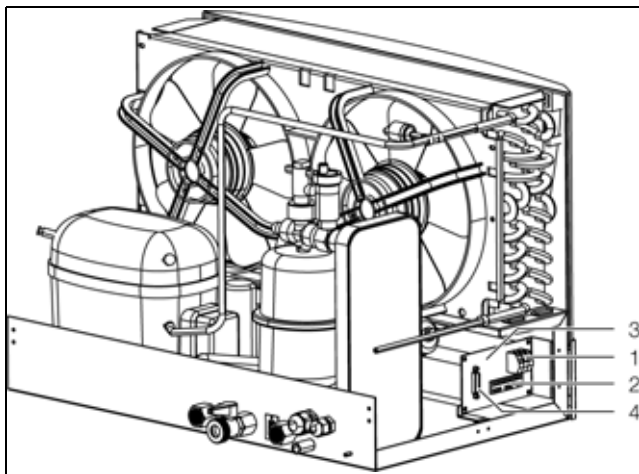
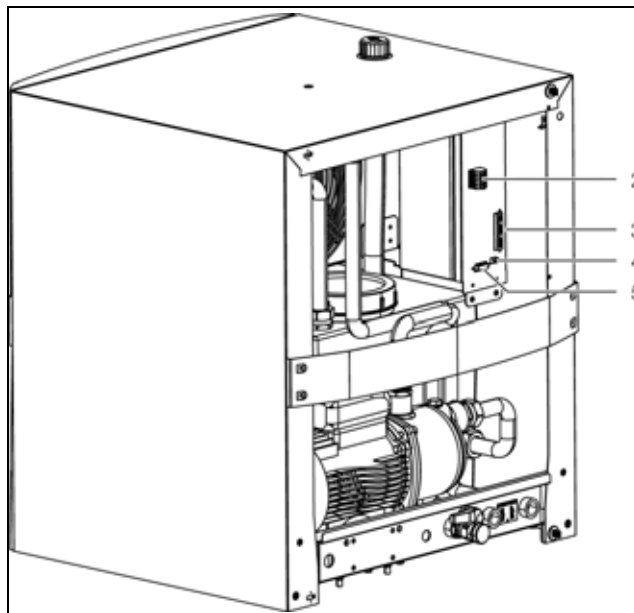
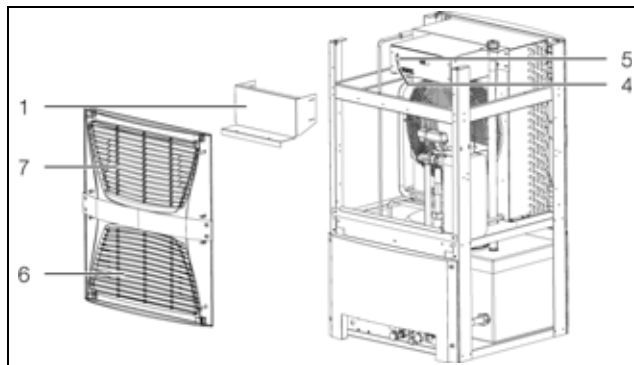

Рис. 41: Подключение к ПЛК (3318.600, 3318.610 и 3319.600, 3319.610)
Рис. 43: Подключение к ПЛК (3320.600 и 3334.600)
Рис. 44: Подключение к ПЛК (3334.660)
- Подключите кабель к 15-полюсному разъему Sub-D (рис. 41, поз. 4).
- Подключите кабель к 15-полюсному разъему Sub-D (рис. 43, поз. 5).
- Демонтируйте решетку (рис. 44, поз. 6 и 7) с задней стороны чиллера.
- Подключите кабель к 15-полюсному разъему Sub-D (рис. 44, поз. 5).
- Подключите кабель в распределительной коробке к контакту В5 (рис. 41, поз. 3, рис. 43, поз. 4 и рис. 44, поз. 4).